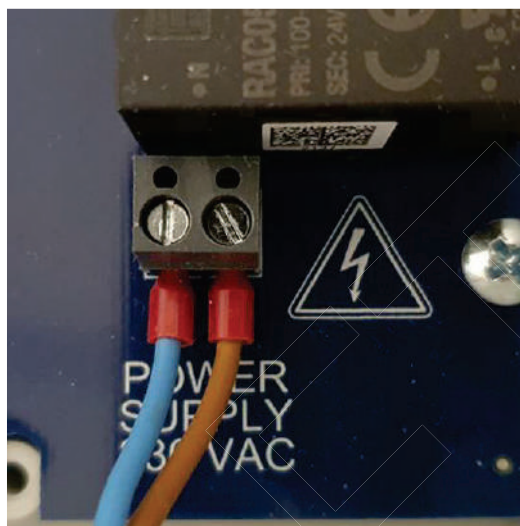

Bild 6 - Strömförsörjningskontakt
4. Anslut strömkabeln till den avsedda strömförsörjningskontakten som visas i närbild Bild 6 - Strömförsörjningskontakt. När det är säkrat, slå på enheten och den tänds. Vänta tills lysdioderna slutar blinka vilket betyder att sändaren har nätverksanslutning.